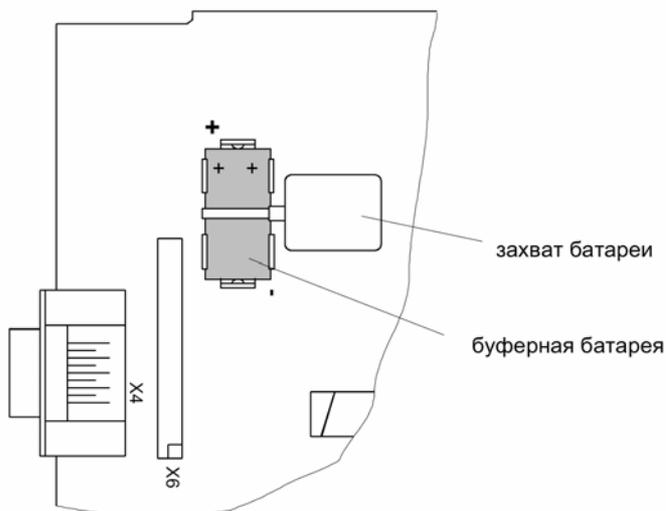

Рисунок 7.1 Положение буферной батареи
- При помощи захвата батареи извлечь использованную батарею из держателя (Рисунок 7.1).
- Не повреждена ли плавкая вставка в блоке питания (смотри Рис. 7.1)? При необходимости произвести замену предохранителя, как описано в Разделе 7.3.1.